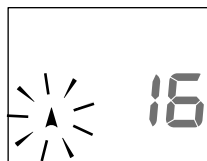

Рис.13
3. Начнется быстрое нагнетание воздуха в манжету. При этом мигает символ «▲» и выводимый на дисплей значение будет увеличиваться (рис.13).